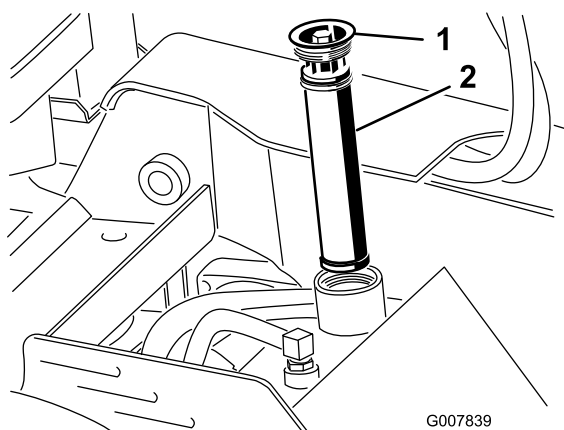

Figura 58
5. Togliete il filtro dell'olio e gettatelo (Figura 58).
6. Inserite il filtro idraulico di ricambio e il tappo di riempimento (Figura 58) e serrate il bullone della parte superiore a 13-15,5 Nm.
6. Togliete il tappo del serbatoio idraulico e il filtro (Figura 58).
12. Inserite il filtro idraulico e il tappo di riempimento (Figura 58) e serrate il bullone della parte superiore a 13-15,5 Nm.